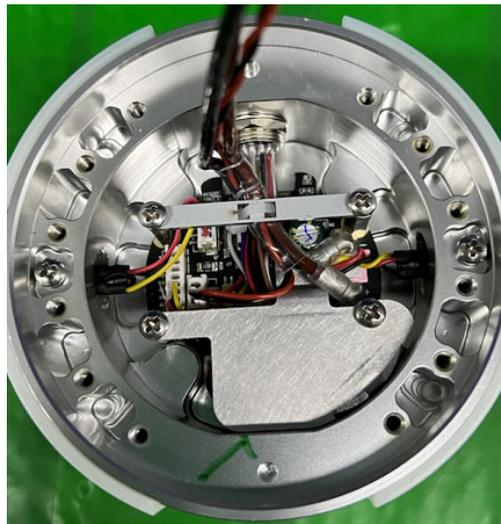

图 3-27：连接手腕 3 关节和末端法兰的电线
2. 将末端法兰的定位销孔对准安装在手腕 3 关节的法兰轴定位销并插入，如图 3-27 所示；